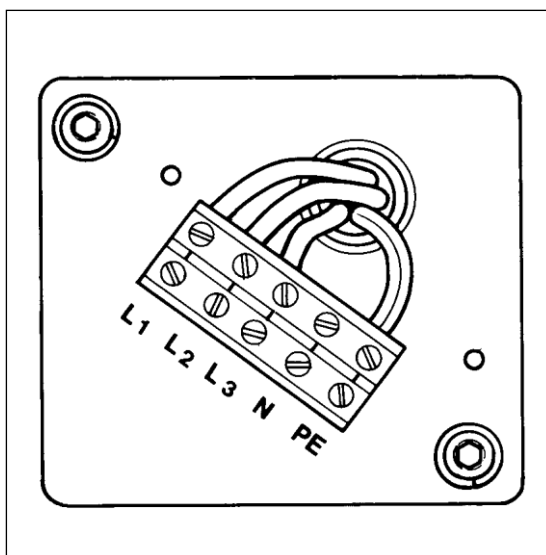

Abb.3
- das Anschlussdose auf der Rückseite der Maschine öffnen (Abb. 3);